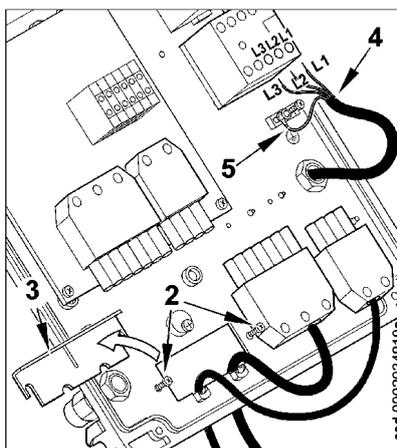

Рисунок 2
- 2) Ослабьте винты (2). После того, как Вы сняли кабельный зажим (3), пропустите через отверстие 7-штырьковый и 4-штырьковый разъёмы (см. рис. 2). Соедините питающие кабели (4) к удалённому выключателю, закрепите заземляющий кабель (5) и затяните соответствующий хомут.
- 3) Поместите кабельный зажим, как указано на рисунке 3. Поверните эксцентрик (6) так, чтобы зажим должным образом надавил на два кабеля, после этого затяните винты, фиксирующие зажим. Наконец, соедините два разъёма 7-ми и 4-штырьковый.